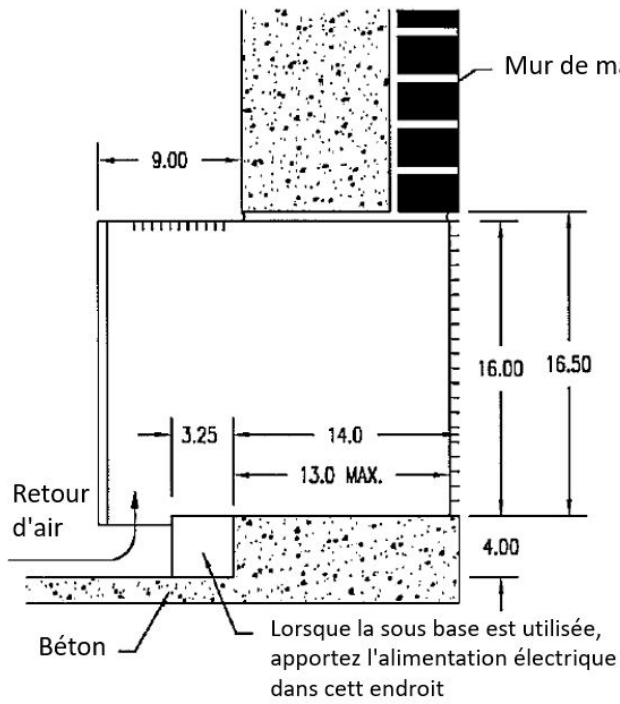

Fig. 2
Un cordon d'alimentation avec prise de raccord mâle de 30 A 250 volts s'étend du côté gauche de la section des commandes situé du côté droit de l'unité. Ce cordon doit être attaché dans la boîte de jonction, fournie d'usine située dans la sous base de l'unité. La sous base est conçue pour remplir l'espace entre le plancher fini et la base du cabinet d'unité lorsque le manchon mural est installé à 4" au dessus du plancher fini. Indiqué en figure 2 et 3.
- La finition du mur intérieur doit être en arrière de la grille de sortie. Avec un minimum de 9" à partir du devant du cabinet. Voir figure 2.
- Le volet extérieur doit être égal ou dépasser le mur extérieur, pas d'encasté. Utilisez une extension de manchon si nécessaire. Voir figure 2 et 3.
2. Pour de meilleurs résultats, l'arrière du cabinet de 13" doit être soutenu par du béton, peut importe la construction du mur. Le bord intérieur du cabinet doit être à 4" au dessus du plancher fini, pour laisser suffisamment d'espace pour le flux d'air vers l'unité, afin de permettre le remplissage adéquat de la sous base. Voir en figure 2 et 3.